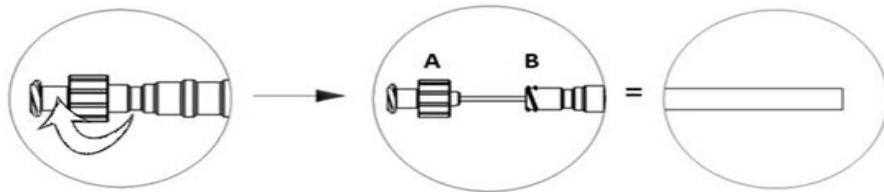
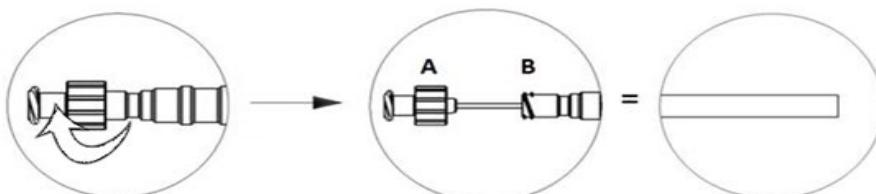

Abbildung 1
Abbildung 2
- Zur Sicherung der Nadel in vorstehender Stellung den proximalen Luer-Anschluss (A) leicht nach vorne schieben, bis er am Luer-Anschluss des Griffes (B) anliegt; dann den proximalen Luer-Anschluss langsam im Uhrzeigersinn drehen, bis beide Luer-Anschlüsse vollständig miteinander verbunden sind (Abbildung 1).
- Die Spritze mit der gewünschten Injektionsflüssigkeit auf den proximalen Luer-Anschluss stecken. (A) (Spritze nicht im Lieferumfang enthalten)
- Um die Nadel zu entsichern und in die eingezogene Position zu bringen, den proximalen Luer-Anschluss im Uhrzeigersinn drehen, bis die zwei Luer-Anschlüsse vollständig voneinander getrennt sind (Abbildung 2).
4. Wenn sich das Instrument an der Injektionsstelle befindet, den proximalen Luer-Anschluss (A) sanft nach vorne schieben, bis dieser den Luer-Anschluss des Griffes (B) berührt. Zur Sicherung der Nadel an Ort und Stelle den proximalen Luer-Anschluss langsam im Uhrzeigersinn drehen, bis die beiden Luer-Anschlüsse vollständig miteinander verbunden sind. (Abbildung 1)
7. Nach Abschluss der Injektion und vor Verwendung der Schlinge die Nadel vollständig in den Katheter zurückziehen, und zwar durch Drehen des proximalen Luer-Anschlusses entgegen dem Uhrzeigersinn, bis die beiden Luer-Anschlüsse voneinander getrennt sind. (Abbildung 2) Die Nadel ist federgespannt und springt zurück in den Schaft, sobald die beiden Luer-Anschlüsse voneinander getrennt wurden.